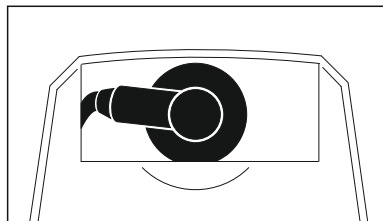

Рис. 68
- Стяните штекер свечи зажигания (рис. 68).